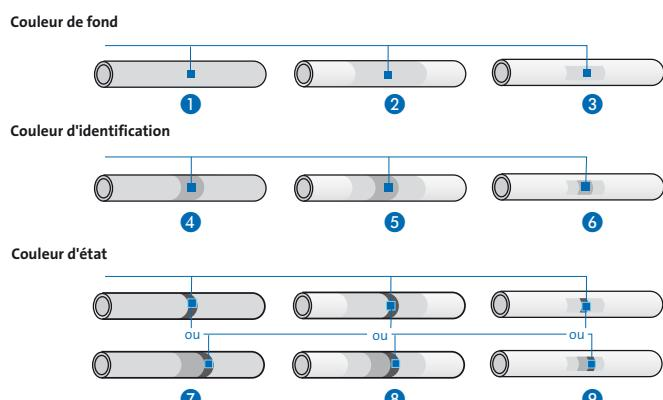

Figure 1
Le repérage des fluides dans les tuyauteries est effectué au moyen de trois séries de couleurs (fig. 1) :
Cette couleur est apposée, parfois en plusieurs endroits, sous la forme d'un anneau ou d'une bande ⑦ à ⑨ fig. 1). Dans le cas où il y a à la fois une couleur d'identification et une couleur d'état, les deux anneaux ou bandes sont accolés.